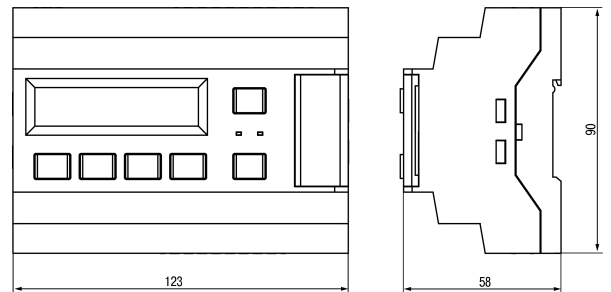

Рисунок 2 – Габаритный чертеж прибора
1. Подготовить на DIN-рейке место для установки прибора в соответствии с размерами прибора (см. рисунок 2).